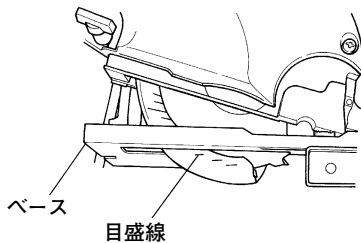

図 13
- ベースとチップソーとが直角になっているときは、保護カバーの目盛線を利用して切込み深さが調整できます(図13)。例えばベースの底面を15(0.5)の目盛線に合わせると、そのときの切込み深さは約15mm(5分)になります。目盛線は3mm(1分)ごとについています。